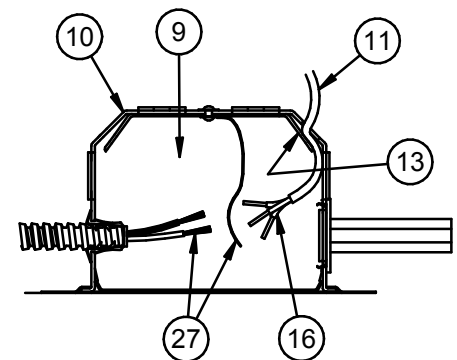

Fig. 3
2.- Retire la cubierta (9) de la caja de empalmes (10). Pase el cable tipo NM (Romex) (11) por el agujero deseado en la caja de empalmes (10) por encima de la placa de retención (13). Asegure la posición del cable (11) con la placa de retención (13). (Vea Fig. 3)
3.- En caso de que se usa un cable otro que el tipo NM (Romex), retire un tapón grande (15) en la posición deseada en la parte superior o los lados de la caja de empalmes (10). Introduzca el cable de suministro eléctrico adecuado en la caja de empalmes y asegure su posición en la caja con el conector adecuado certificado por UL (NO INCLUIDO).
4.- Conecte los alambres del aparato de luz (27) a los alambres del suministro (16) como se muestra en el diagrama de cableado. Utilice los conectores UL certificados (NO INCLUIDOS).
5.- Después de terminar el cieloraso, baje la caja (6) hasta que esté a ras del cieloraso.
6.- Para proporcionar acceso a la caja de empalmes (10), después de acabar con el techo, retire los tres tornillos (24), los cuales mantienen la cubierta (6) en lugar. Baje la cubierta. Retire el tornillo (21) y la puerta de acceso (22), ubicados dentro del aparato de luz. Ahora se puede retirar la cubierta de la caja de empalmes (9) para efectuar el servicio.
7.- El armazón enyesado (2) y la junta (25) deben estar en contacto con el cieloraso (23).
2.- Retirez le couvercle (9) de la boîte de dérivation (10). Faites passer le câble de type NM (Romex) (11) par le trou désiré dans la boîte dérivation (10), le quel se situe au-dessus de la plaque de retenue (13). Maintenez la position du câble (11) à l'aide de la plaque de retenue (13). (Voir Fig. 3)
3.- Si un câble autre que celui de type NM (Romex) s'utilise, ouvrez une grande débouchure (15) à l'endroit désiré sur le haut ou les côtés de la boîte de dérivation (10). Insérez le câble d'alimentation électrique adéquat dans la boîte de dérivation et serrez en place à l'aide un connecteur adéquat homologué UL. (NON FOURNI).
4.- Reliez les fils du dispositif (27) aux fils de l'alimentation (16) selon le diagramme de câblage. Utilisez les coinces de relais homologués UL (NON FOURNIS).
5.- Après avoir fini le plafond, faites abaisser le logement (6) jusqu'à ce qu'il reste au ras du plafond.
6.- Pour avoir accès à la boîte de dérivation (10) quand le plafond est terminé, retirez les trois vis (24) qui conservent la position du logement (6). Faites baisser le logement. Retirez l'écrou (21) et la porte d'accès (22), ceux que se trouvent à l'intérieur du dispositif d'éclairage. Maintenant le couvercle de la boîte de dérivation (9) peut être retiré pour effectuer l'entretien.
7.- Le cadre en plâtre (2) et le joint (25) doivent toucher le plafond (23).